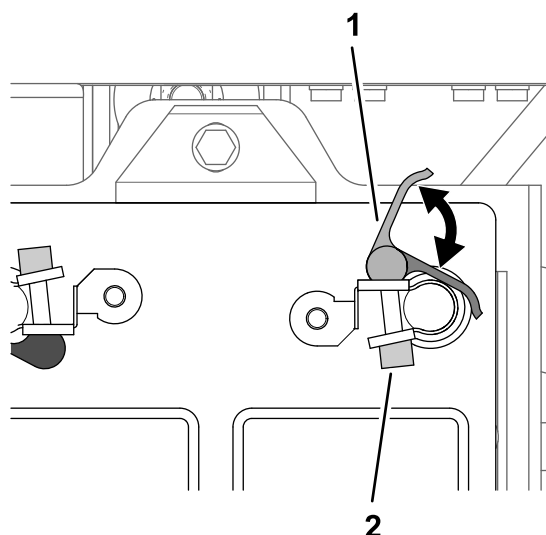

Figura 208
2. Abra o manípulo do trinco do grampo de ligação rápida com o manípulo preto (Figura 208).
4. Feche a pega do trinco do grampo de ligação rápida (Figura 208).